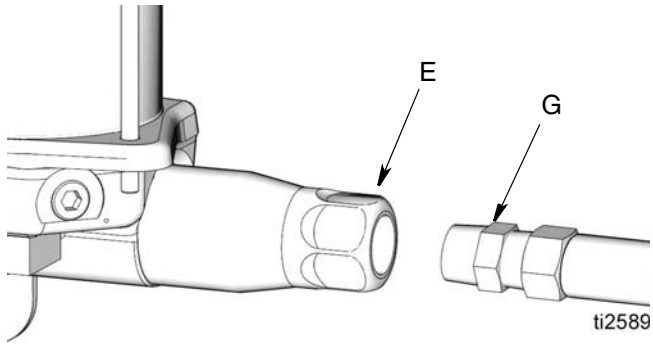

图 8
6. 将泵出口 (E) 与润滑剂管路 (G) 连接 (图 8)。